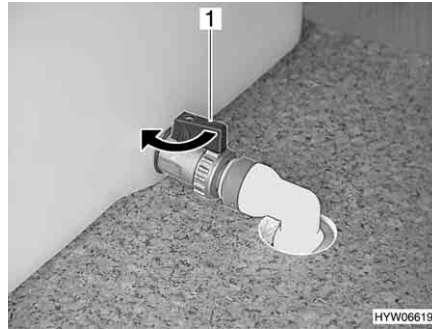

Bild 205 Wassertank, Wasserablasshahn
- Wasserablasshahn des Wassertanks schließen. Dazu den Hebel (Bild 205,1) in Pfeilrichtung drehen.